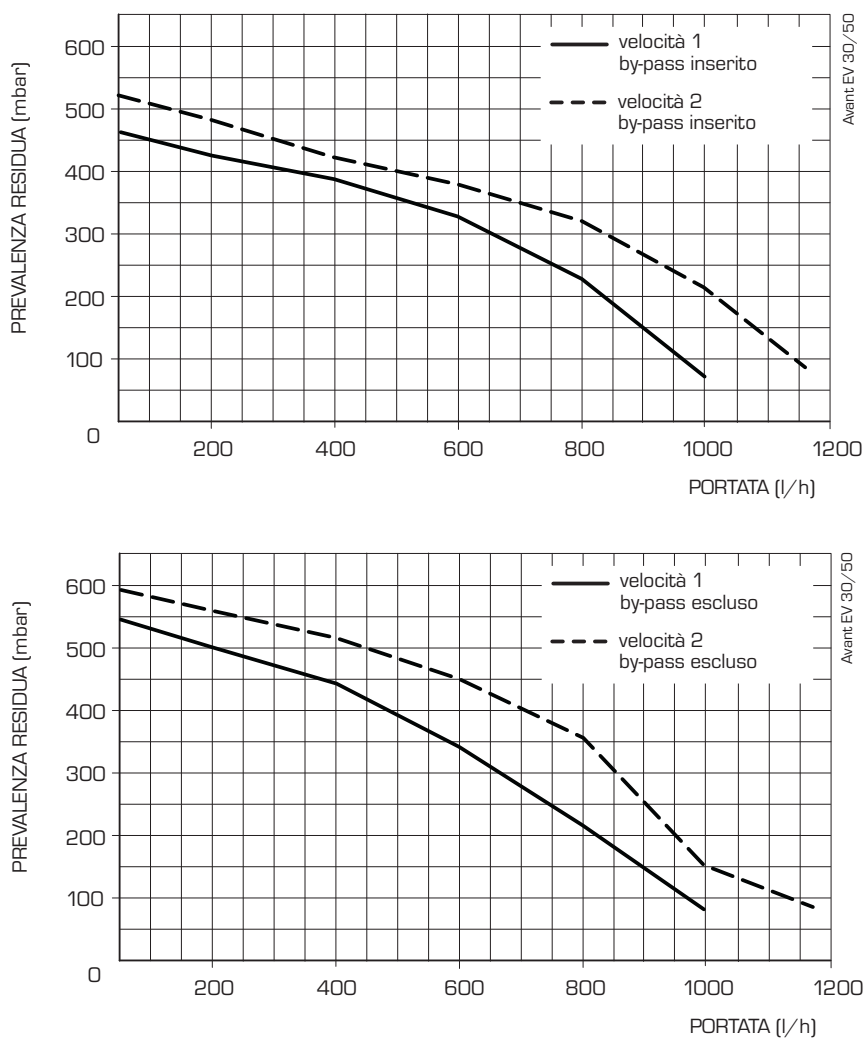

Fig. 17
3.9 PREVALENZA DISPONIBILE ALL'IMPIANTO (fig. 17)
La prevalenza residua per l'impianto di riscaldamento è rappresentata, in funzione della portata, dal grafico di fig. 17.